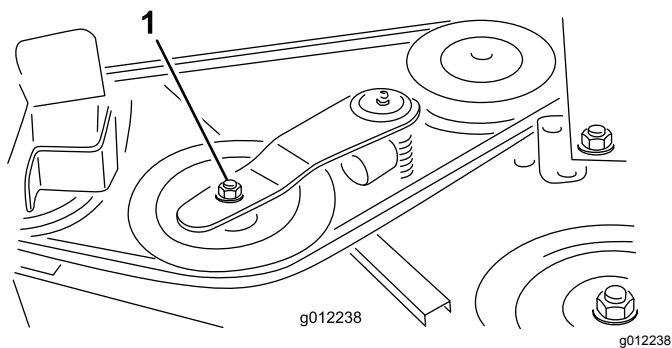
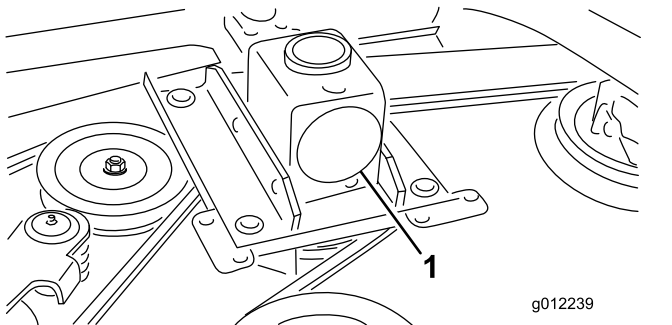

図 33
図 34
2. トルクレンチなどの工具を使ってアイドラプリー 図 33 をベルトから引き離してベルトの張りをなくし、ベルトをギアボックスのプリー 図 34 から外す。